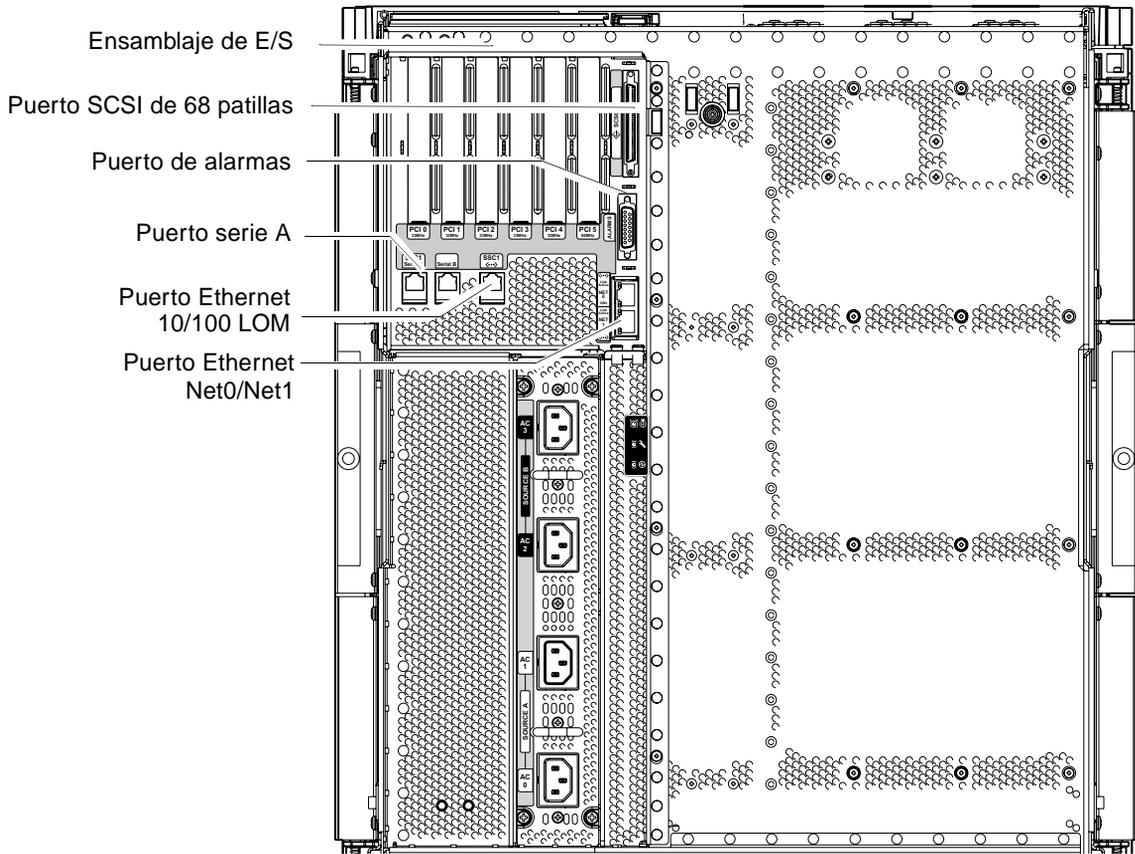

FIGURA 1-23 Ubicación del controlador del sistema y del ensamblaje de E/S
1. **Conecte un extremo del cable Ethernet de E/S con el puerto Ethernet Net0/Net1 (FIGURA 1-23).**